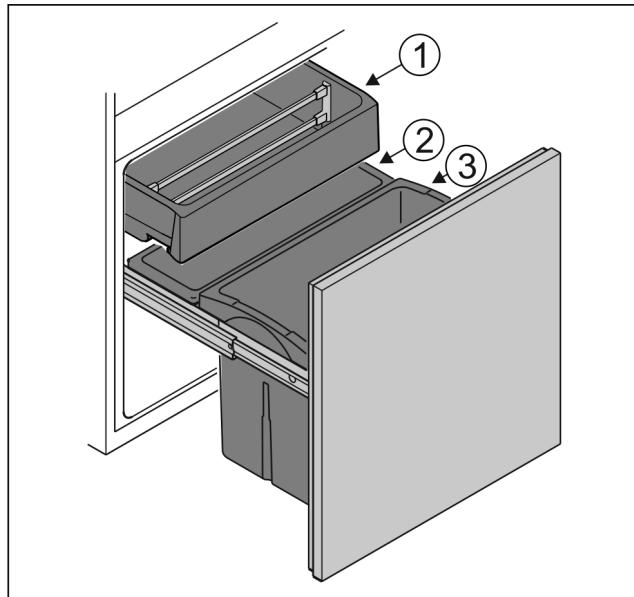

Fig. 6
- Резервуар Fig. 6 (1): зберігати незапаковані овочі і тропічні фрукти.
- Резервуар Fig. 6 (2): зберігати незапаковані дрібні фрукти й овочі.
- Резервуар Fig. 6 (3): зберігати окремі пляшки.